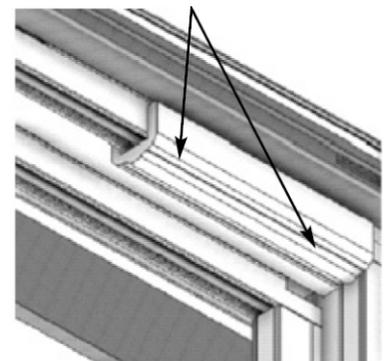

Figura 31
53. Instale el panel de protector (Artículo 24) con dos tornillos (Artículo 47) a través del centro del protector en 1/4" en cada extremo (Figura 31).